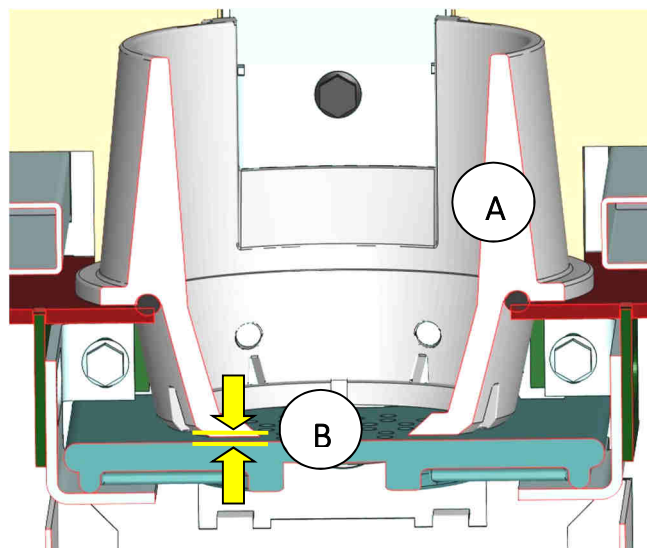

Abb. 31: Schnitt Rost und Brennertopf
3. Der Rand des Rostes muss umlaufend mit dem Rand des Brennertopfs (Teil A) abschließen. Zwischen Rost und Brennertopf darf vertikal maximal 1 mm Abstand vorhanden sein (Abb. 31, Teil B).